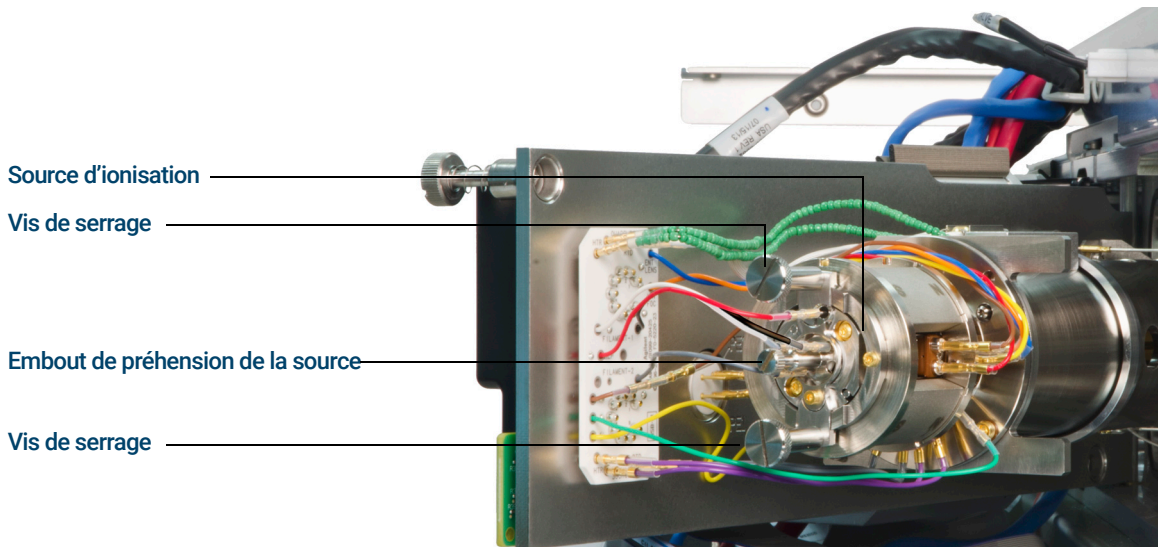

Figure 48. La source EI HES avant dépose
- 3 Déposer les deux vis moletées qui maintiennent la source d'ions en place. (Voir **Figure 48** page 186.)
Les contacts de la source possèdent des broches à ressort précontraint, donc il faut appliquer une certaine force pour sortir la source. (Voir **Figure 48.**)